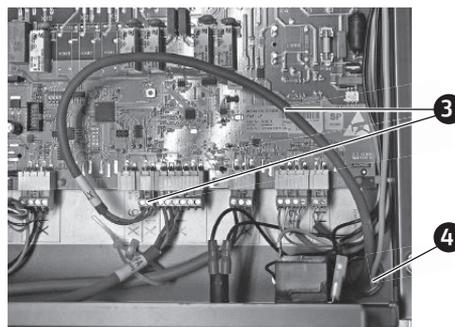

Fig. 70 Faire passer le câble de l'interrupteur de porte et le brancher au connecteur X15
- ▶ Guider le câble de l'interrupteur de porte (sur le panneau de commande) dans la partie avant droite du tableau de commande et brancher le connecteur X15 – Fig. 70.